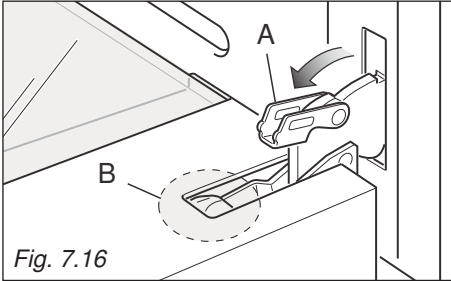

Fig. 7.16
- Ouvrez entièrement le levier "A" sur les charnières de gauche et de droite (fig. 7.16).
- Refermez doucement la porte jusqu'à ce que les leviers "A" des charnières gauche et droite s'accrochent sur la partie "B" de la porte (fig. 7.16, 7.17).